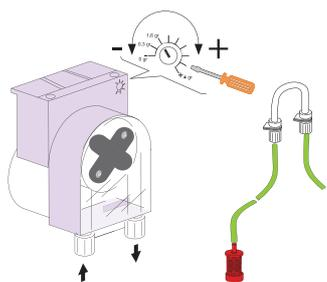

Fig. 6
**Fonctionnement:** Le doseur de produit de rinçage est une pompe péristaltique (voir Fig. 6).
**Réglage:** À chaque rinçage, le doseur prélèvera une quantité de produit de rinçage de 0 à 5 gr. Le débit du doseur de produit de rinçage peut être réglé à l'aide d'un tournevis (voir Fig. 6).